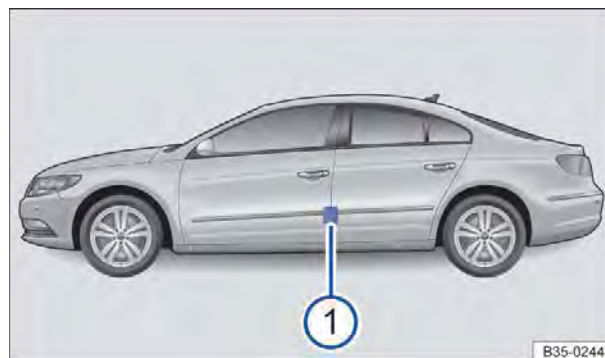

Fig. 209 Na coluna do condutor: etiqueta com as pressões dos pneus ① (alternativa ao lado interno da portinhola do tanque).
- (A) Pressão dos pneus para os pneus do eixo dianteiro.
- (B) Pressão dos pneus para os pneus do eixo traseiro.
- ① Pressão dos pneus no carregamento parcial.
- ② *Dependendo do veículo*: pressão dos pneus de conforto no carregamento parcial.
- ③ Pressão dos pneus no carregamento total.
- ④ Pressão dos pneus para a roda sobressalente
A etiqueta com as pressões dos pneus fornece a pressão dos pneus correta para os pneus montados de fábrica. As indicações valem para os pneus de verão, do ano todo e de inverno. A etiqueta com as pressões dos pneus está na coluna da porta do condutor ⇒ Fig. 209 ① ou na parte interna da portinhola do tanque.